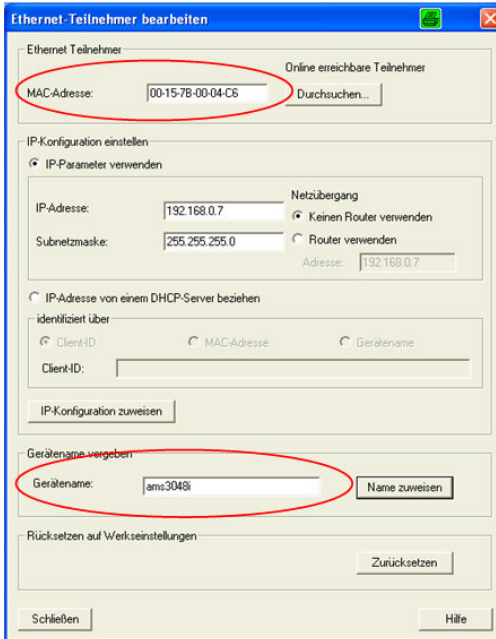

Bild 9.11: Verknüpfung des Gerätenamens mit der MAC ID des Teilnehmers
- Zuordnung MAC-Adresse - IP Adresse -individueller Gerätenamen ((siehe Bild 9.11))